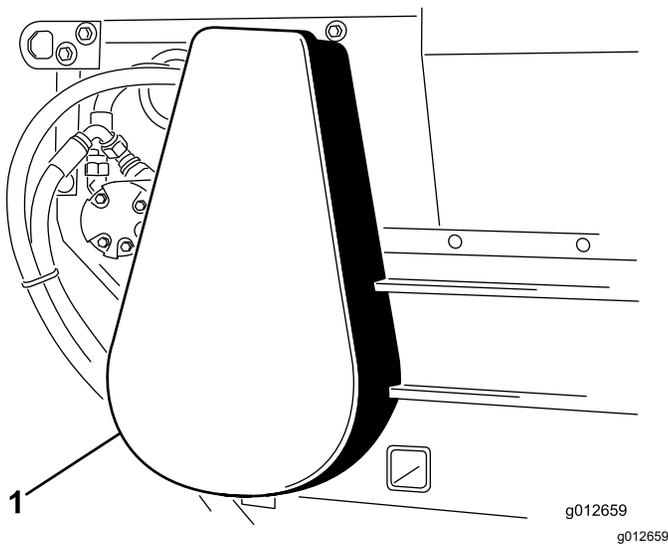

Figura 28
1. Retire a cobertura da corrente (Figura 28).